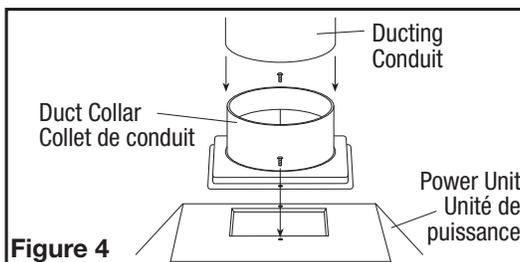

Figure 4
1. Install the included duct collar to the hood with two of the provided #6 blunt tip screws (Figure 4). Ensure duct joints and exterior penetrations are sealed with caulk or other similar material to create an air-tight path to minimize building heat loss or gain and to reduce the potential for condensation. Place/wrap insulation around duct and/or fan in order to minimize possible condensation buildup within the duct, as well as building heat loss or gain (Figure 5).
2. When there is access to the top of the unit, connect the ducting to the duct collar and secure in place using tape to seal all joints (Figure 4).
1. Installez le collet de conduit sur la hotte avec les deux vis #6 à tête époincée (Figure 4). Assurez-vous que les joints des conduits et les pénétrations extérieures sont scellés avec du mastic ou tout autre matériau similaire pour créer un passage d'air étanche afin de minimiser la perte ou le gain de chaleur et réduire le risque de condensation. Placez / enveloppez l'isolant autour du conduit et / ou ventilateur afin de minimiser la possibilité d'accumulation de condensation à l'intérieur du conduit, ainsi que la perte ou le gain de chaleur (Figure 5).
2. Quand il y a accès au dessus de l'unité, reliez la canalisation au collier de conduit et fixez-la en place en utilisant un ruban adhésif pour sceller tous les joints (Figure 4).